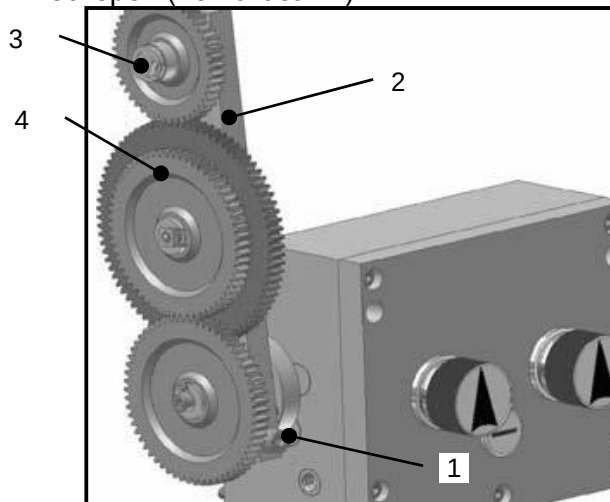

Рис. 14
- Ослабьте винт (1, рис.14) поворотной консоли (2, рис. 14)
- Выведете, повернув на себя, из зацепления со шпинделем консоль (2, рис.14) с набором шестерен для удобства настройки
- Извлеките фиксирующие шайбы осей шестерен, и открутите квадратные гайки (3, рис.14)
После регулировки зазоров между шестернями и их фиксации, поворотом консоли (2, рис.14) введите шестерни в зацепление с шестерней на шпинделе и зафиксируйте ее винтом (1, рис.14).